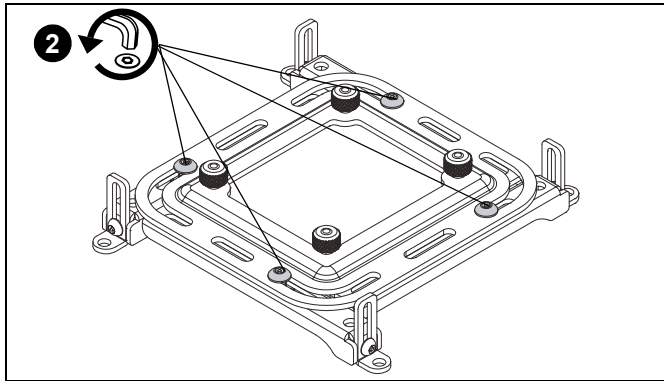

Figura 12
2. Desaperte, mas NÃO remova, os parafusos que prendem as pernas à interface universal. (Consulte a Figura 12)